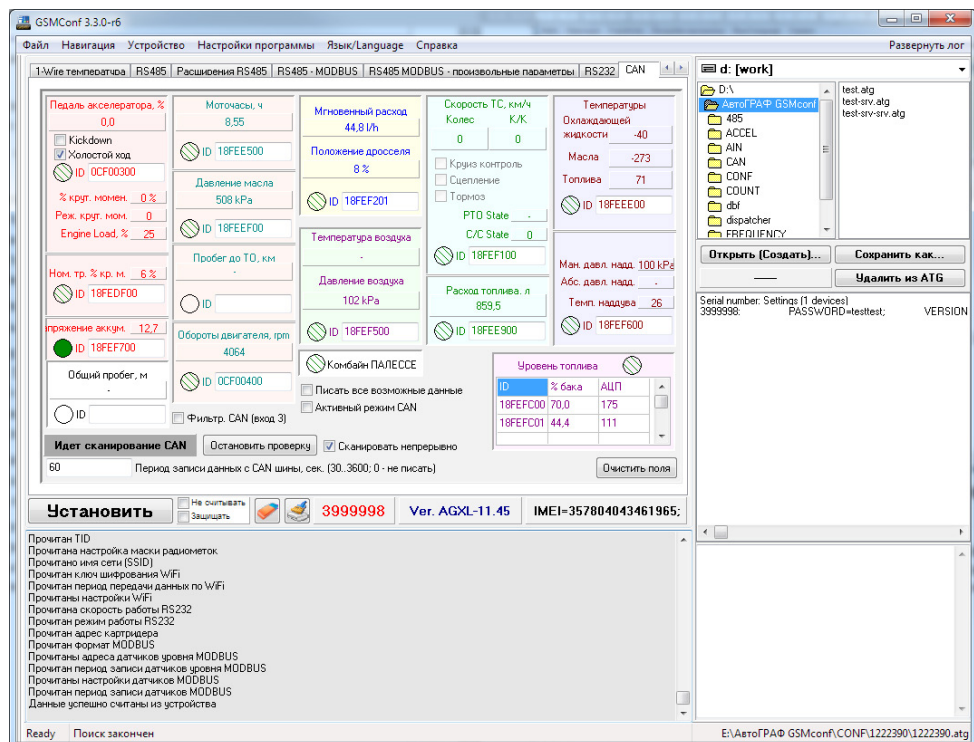

Рис.7. Вкладка «CAN» программы GSMConf.
9. Убедиться, что контроллер «АвтоГРАФ-GSM+» получил данные по шине CAN – на вкладке «CAN» программы «AG.GSMConf» индикаторы соответствующих записей CAN должны загореться зеленым цветом, расшифрованные данные – появиться в соответствующих полях (Рис.7).